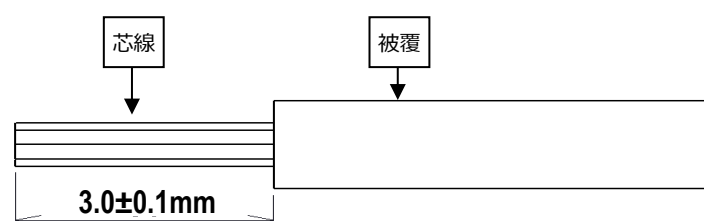

図 1. 電線被覆剥き長さ
- ① 電線被覆は、 $3.0 \pm 0.1\text{mm}$ で剥いてください。(図 1 参照)